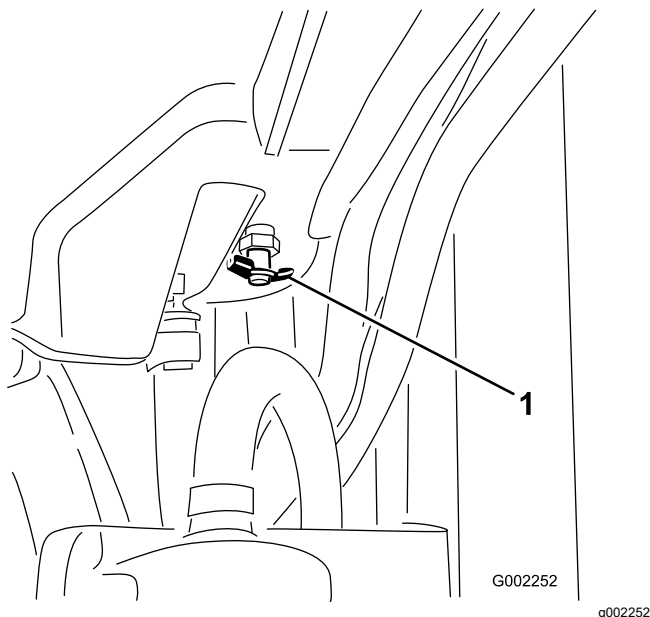

图 104
4. 打开排放阀将冷却液排到盘中 图 104。
5. 关闭排放阀 图 104。